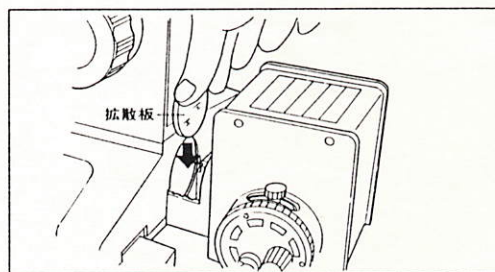

図 8
- 8) 図8のように拡散板のマット面を鏡基側に向け、フィルタ受けの最も鏡基側の溝に落とし込みます。